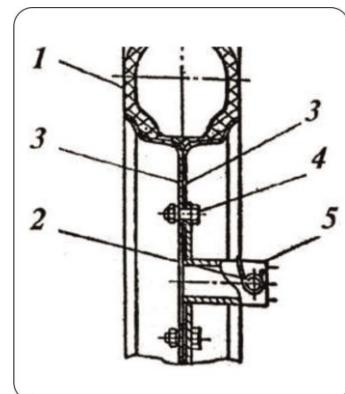

Рис. 5
• Колесо состоит из пневматической или литой шины 1 (рис.5), диска 3 и ступицы 5. Если наружная часть протектора шины выполнена в виде елочки, то при установке на мотоблок, колеса установите углом вперед. Диск состоит из двух половин, соединенных между собой болтами. Ступица 5 крепится к диску пятью болтами 4 с гайками.
- Установите мотоблок на устойчивые подставки и, вынув стопор 2 (рис.5), снимите колесо с выходного вала редуктора.